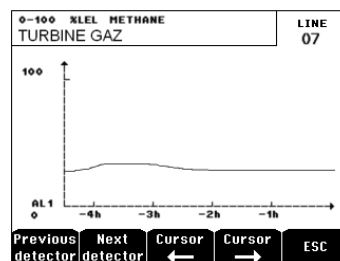

Рисунок 45: Пример экрана с кривой измерений.
- **Кривая:** Дисплей кривой измерений за последние 4 часа (Рисунок 45). Клавиши → и ← позволяют перемещать курсор по шкале времени. Вертикальная пунктирная линия показывает концентрацию и временную метку рассматриваемой точки. Escape (выход): возврат к дисплею значений.